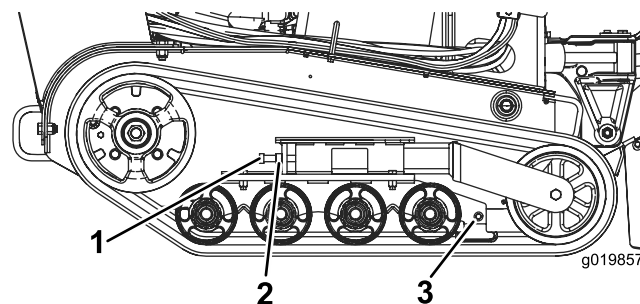

Figura 48
3. Allentate il controdado sul bullone di tensionamento dei cingoli (Figura 48).
4. Serrate il bullone di tensionamento a un valore compreso tra 32,5 e 40,7 N m per stringere il cingolo (Figura 48).
4. Allentate il bullone di tensione e il controdado (Figura 48).